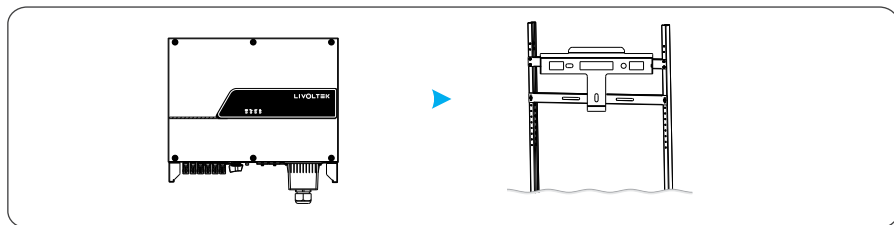

Figura 4.11 Montagem do Inversor
Passo 2 Monte o inversor no painel traseiro e mantenha-os alinhados entre si, conforme mostrado na Figura 4.11.